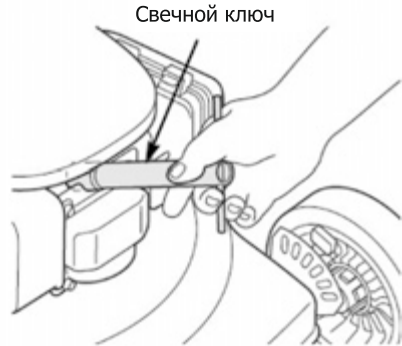

Рис. 34
- С помощью свечного ключа открутите свечу (рис. 34).